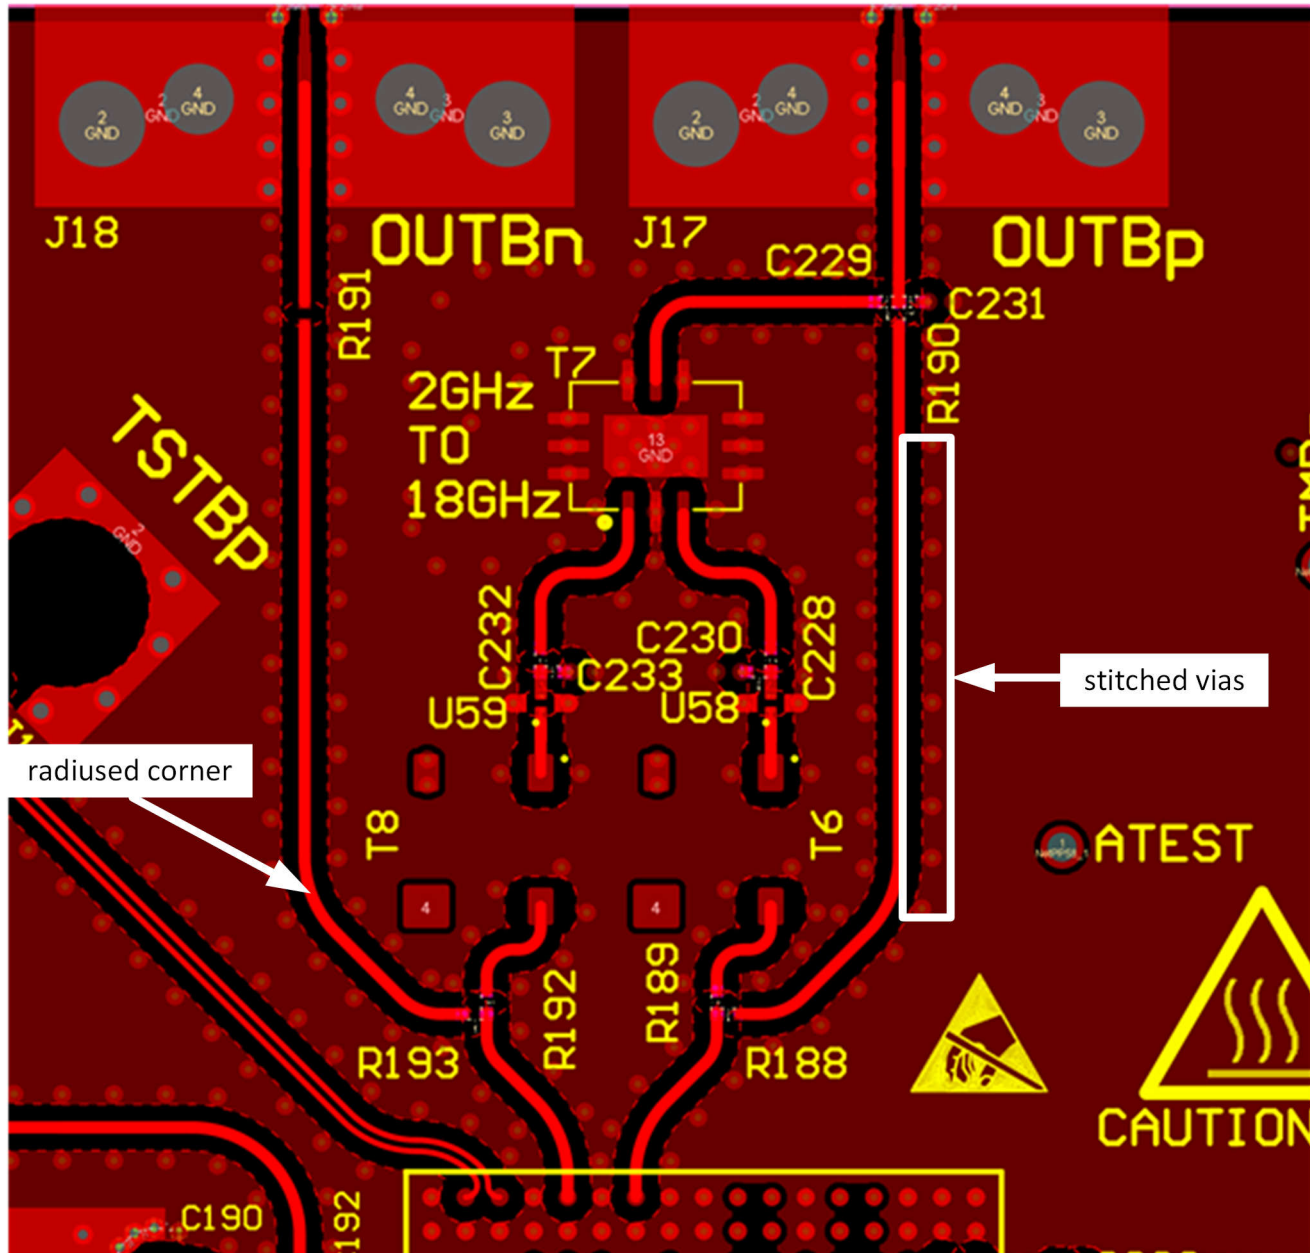

図 9-10. 高速信号トレースの横にあるラディウスコーナーとステッチビア
4. 滑らかに丸みを帯びたコーナーを使用し、**45 度**や**90 度**の屈曲を避けて、アナログとデジタルの両方の信号トレースのすべての高速入力/出力におけるインピーダンスの不一致を減らします。例として 図 9-10 を参照してください。
7. トレーズトランスポートの最大周波数($\lambda/4$)によって決定される適切な間隔で、すべての高速信号に隣接する対称的に配置されたグラウンド接続ステッチングビアを用意します。例として 図 9-10 を参照してください。